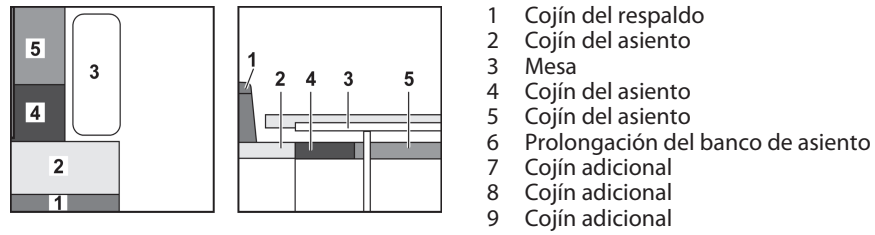

Fig. 151 Antes de la transformación
- Transformar la mesa (Fig. 151,3) en base de cama (véase apartado 7.8).